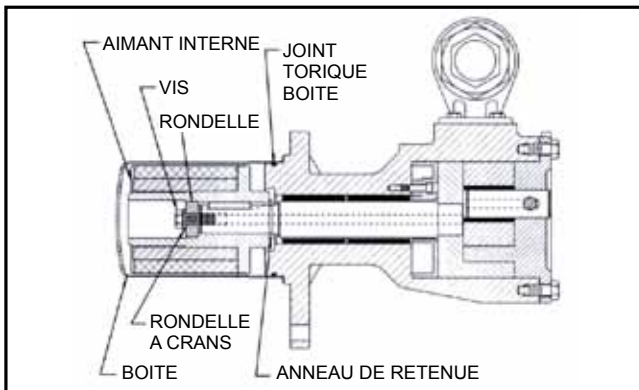

FIGURE 37
**POUR EVITER DE VOUS BLESSER OU D'ENDOMMAGER LA POMPE, SUIVEZ CES INSTRUCTIONS A LA LETTRE. JUSQU'A L'ETAPE 5, VEILLEZ A CONSERVER UNE DISTANCE DE 30CM MINIMUM (1) ENTRE L'AIMANT INTERNE ET L'AIMANT EXTERNE. N'UTILISEZ CES AIMANT A AUCUNE AUTRE FIN.**
1. Vérifiez qu'aucun objet métallique ne soit attaché aux aimants. Retirez les corps étrangers. Placez l'anneau de retenue externe et la clé sur l'arbre. Glissez l'aimant interne sur l'arbre pour qu'il bute contre l'anneau de retenue. Installez la rondelle, la rondelle à crans et la vis pour fixer l'aimant. (Voir Figure 37) Insérez une barre de cuivre entre les dents du rotor par un orifice et serrez la vis.